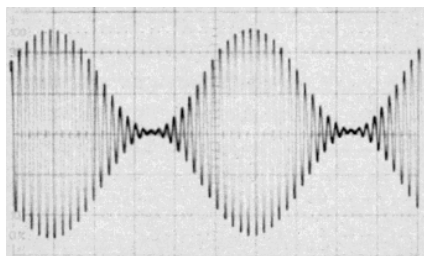

Fig. S14 Segnale modulato in ampiezza (AM).
**Modulazione di ampiezza.** Molti tipi di generatori forniscono segnali modulati in ampiezza con profondità di modulazione regolabile del tipo di quello riportato in fig. S14.